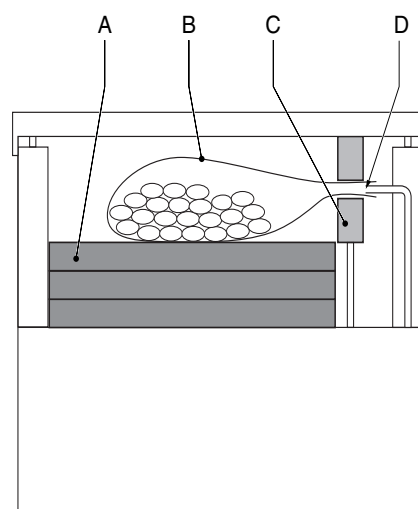

Fig. 7-1: Envasar
3. Introduzca el producto en una bolsa de vacío. (Fig. 7-1).
4. Saque o coloque una o más planchas de soporte para ajustar correctamente la altura de la bolsa de vacío (Fig. 7-1-A)
5. Coloque la bolsa de vacío con el producto en ella en la cámara de vacío (Fig. 7-1-B).
- Ponga la abertura de la bolsa sin pliegues en la barra de sellado. Asegúrese de que al abertura de la bolsa no sobresale de la cámara de vacío (Fig. 7-1-C).
- Con una máquina con opción de gas, la abertura de la bolsa ha de ser introducida bien sobre las salidas de gas (Fig. 7-1-D).